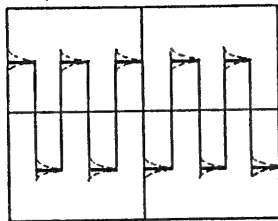

図6-1
- (1) 表5-1(23頁)のようにツマミをセットして下さい。
- (2) CH1 INPUT 端子 ⑪ へ付属のプロープの切り換えスイッチを 10:1 にして接続し、CAL 端子 ① より 0.5V p-p の CALIBRATOR 信号を加えます。
- (3) AC-GND-DC スイッチ ⑩ を AC に切り換えると、図6-1のように波形が観測できます。